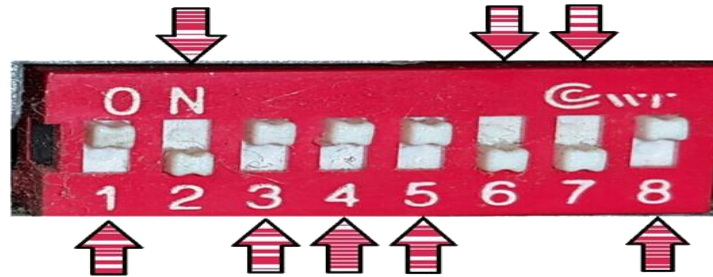

Figura 73: Dipswitch Módulo K-9 150D-LA del sistema didáctico para activar y desactivar las funciones de forma manual.
Paso 1: Cambiar la posición de los dip-switch (ON-hacia arriba; OFF hacia abajo) ver Figura 73, según la función a programar.